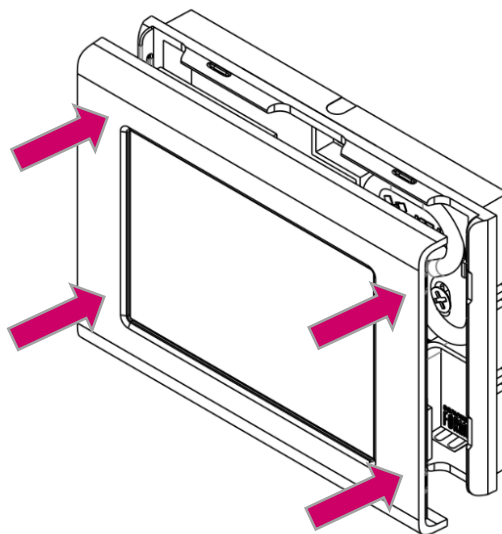

Рисунок 2.5 - Сборка панели
2.8 Совместите обе части панели, убедитесь, что весь кабель находится в нише для укладки и аккуратно надавите для защёлкивания (Рисунок 2.5).